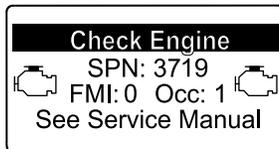

Figura 40
- Si se requiere una regeneración de recuperación, el InfoCenter muestra la advertencia del motor SPN 3719, FMI 16 (Figura 40), y la computadora del motor reduce la potencia del motor al 85 %.